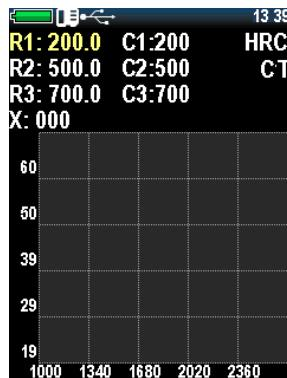

Рисунок 2.29 – Таблица калибровки
- Для выбора нажмите клавишу «», появится таблица (рис. 2.29). Устройство, делая измерения, получает номинальные коды, цель калибровки – это найти корреляционную зависимость между номиналом кода и значением твердости (построение функции зависимости).